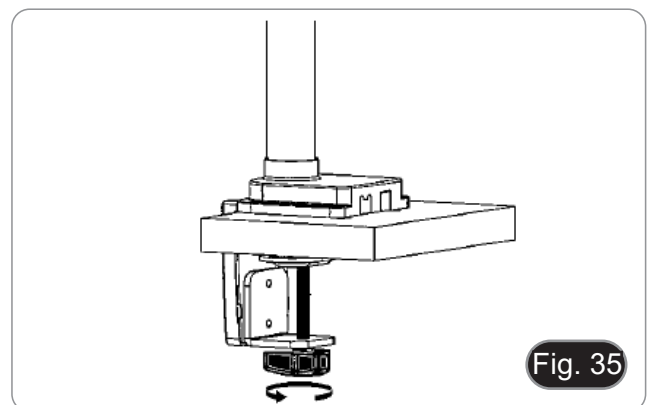

Fig. 35
5. Bringen Sie die Kunststoffabdeckung (H) an der Klemmhalterung an und befestigen Sie die Baugruppe dann mit dem Befestigungsknopf am Tisch. (Fig. 35)
- **HINWEIS:** Die Kunststoffabdeckung (H) dient auch als Behälter für die Inbuschlüssel, die für die Montage und die Einstellung der Spannung der verschiedenen Teile verwendet werden.